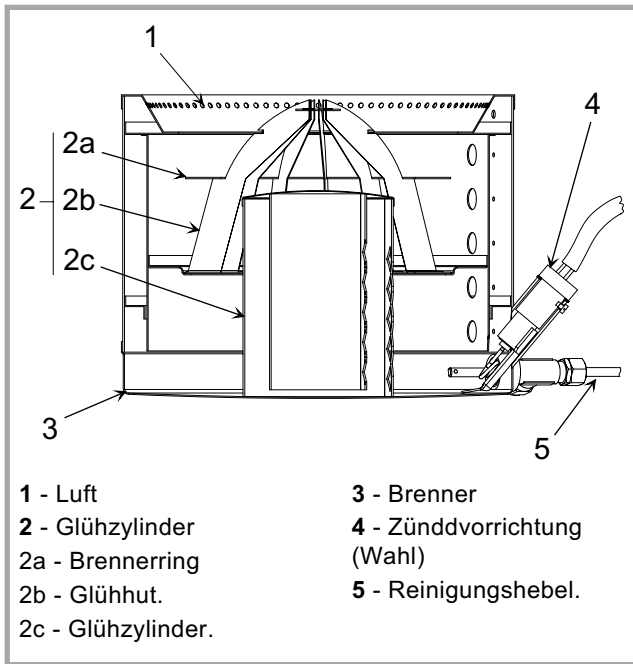
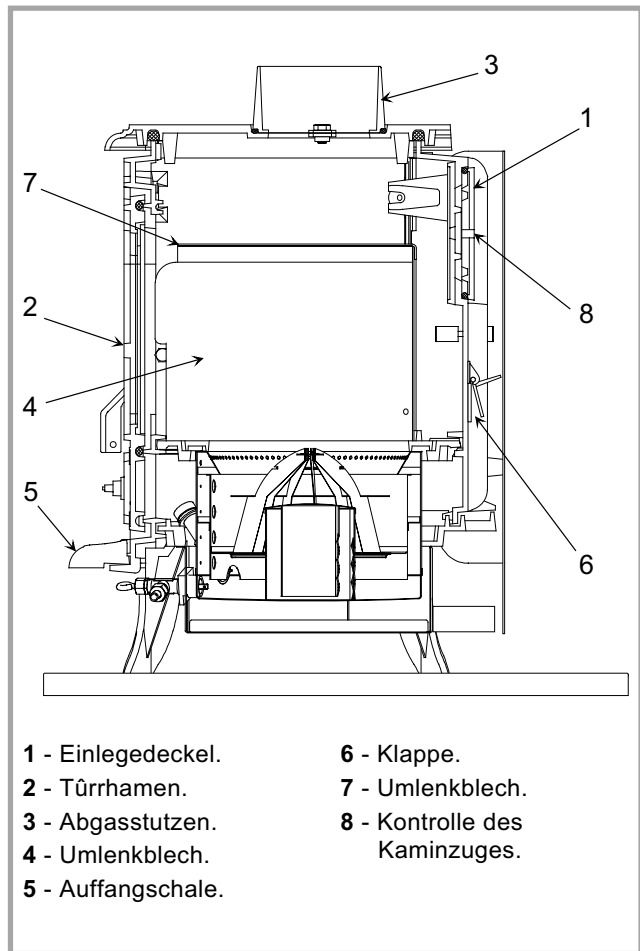

Bild 2 - Brenner
Bild 4 - Schnittzeichnung
Der Ofen ist mit einem Verdampfungsbrenner für normalen Kaminzug ausgerüstet (Bild 2). Das Heizöl wird auf den Boden des Brenners geführt, wo es von Hand oder mittels einer elektrischen Zündung entzündet wird (# 4, Bild 2). Die von der Flamme erzeugte Wärme erhöht die Brenntemperatur soweit, dass sie zum Verdampfen des Brennstoffes ausreicht. Das Heizöl brennt nur im gasförmigen Zustand, nicht im flüssigen Zustand. Die Verbrennungsluft im Raum zieht über die Eintrittsöffnungen in den Brenner (# 1, Bild 2). In der Mitte des Brennertopfes befindet sich der Glühzylinder (# 2c, Bild 2). Er sorgt dafür, dass das Heizöl verdampft. Bei brennendem Ofen glüht dieser Zylinder. In keinem Falle darf der Ofen ohne die beiden Glühteile wie Glühhut und Brennring zusammen mit dem Glühzylinder betrieben werden (# 2a & 2b, Bild 2).
In der Versorgungsleitung befindet sich ein Stift : der Krustenreiniger (# 5, Bild 2). Dieser Stift kann sowohl eingeschoben und gezogen werden als auch gedreht, wodurch die Innenseite der Zufuhrleitung für den Brennstoff von jeglicher kohlenförmigen Ablagerung gereinigt wird.
- Glastür öffnen, und die beiden Teile der Rauchgasumlenkung (# 4 und 7, Bild 4) entfernen.
- Glastür öffnen und die beiden Teile der Rauchgasumlenkung (# 4 und 7, Bild 4) entfernen.
Bei Inbetriebnahme Dichtheit der Verschraubungen überprüfen, daß das Sichtfenster nicht beschädigt ist, daß alle Teile richtig sitzen (Umlenklech # 4 und 7, Bild 4, S. 4, Katalysator 2, Bild 2, S. 4).